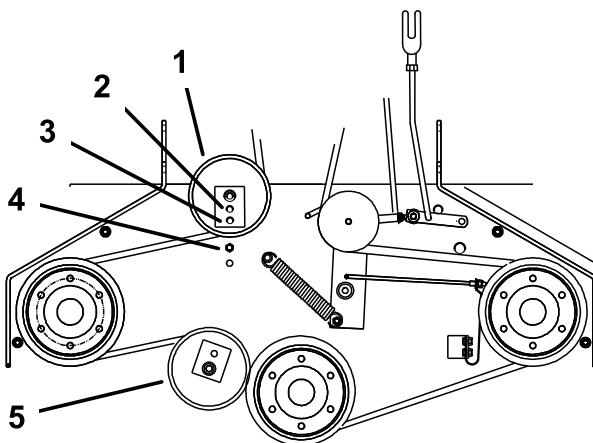

Figure 51
repositionner la poulie de tension arrière dans le trou central ou avant (Figure 51). Utilisez le trou qui donnera le réglage correct.
- Lorsque la poulie de tension est déplacée, le guide de courroie doit l'être également. Placez le guide de courroie à la position avant (Figure 51).